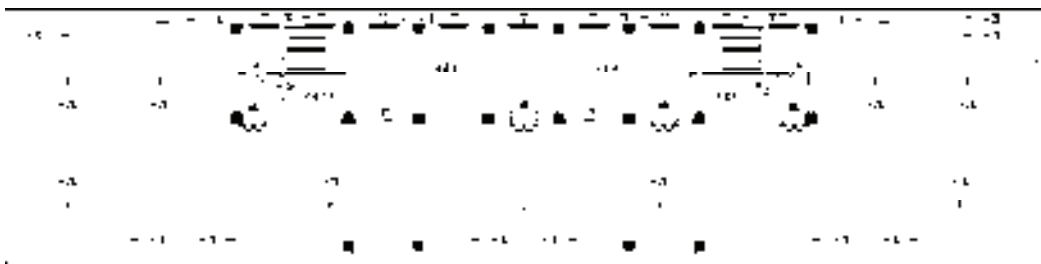

图 15-96 添加坡度标注
6) 在“箭头引注”对话框中修改参数, 继续为平面图添加坡度标注, 结果如图 15-96 所示。